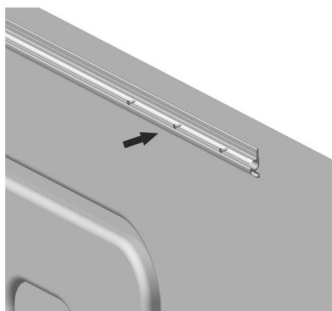
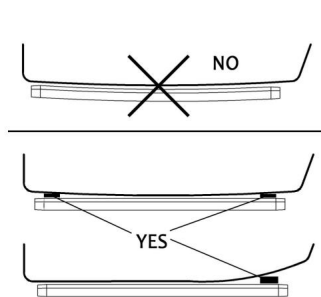

Figura C4
Figura C5
3.1 Saque el riel de tela y fíjelo en el exterior de la carrocería del vehículo con los tornillos B (Figura C4). El riel de tela debe instalarse horizontalmente y, de lo contrario, debe nivelarse (se debe proporcionar el bloque de amortiguación) (Figura C5). Si la carrocería del vehículo está preinstalada con una ranura de inserción de tela, se puede omitir este paso y colocar la tela.